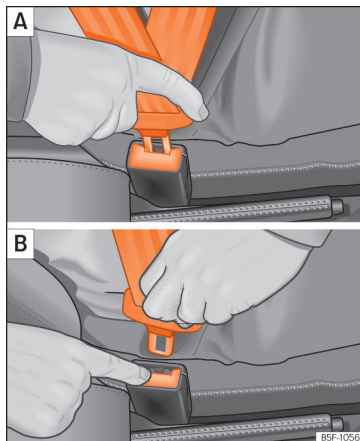

Abb. 73 Schlosszunge des Sicherheitsgurts einstecken und lösen.
- Schlosszunge fest in das zum Sitzplatz gehörende Gurtschloss stecken »» **Abb. 73 A.**
- Rote Taste im Gurtschloss drücken »» **Abb. 73 B.** Die Schlosszunge springt heraus.